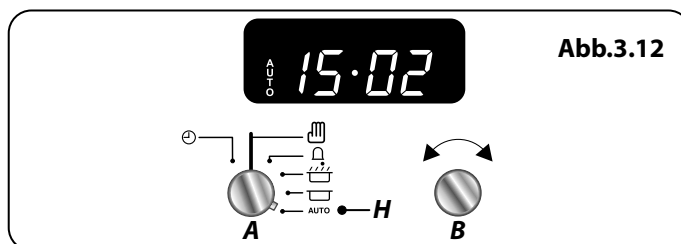

Abb.3.12
5. Drehen Sie den den **Einstellknopf Timer (A)** in die Stellung **Auto (H)** (**Abb.3.12**). Wenn die aktuelle Uhrzeit und das Wort „**AUTO**“ auf dem Display angezeigt ist, schaltet sich der Herd ein bzw. aus.